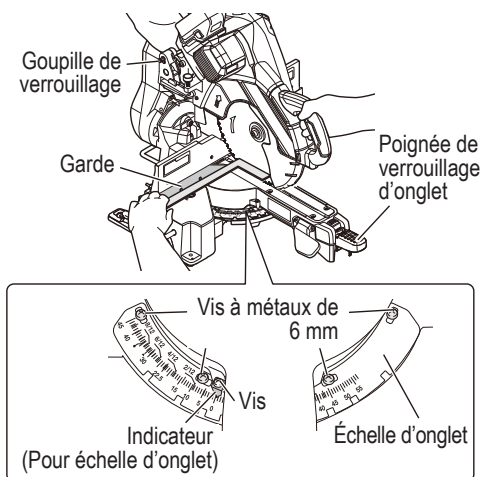

Fig. 26
- Abaisser la tête et insérer la goupille de verrouillage. Déverrouiller la poignée de verrouillage d'onglet et faire pivoter la plaque tournante jusqu'à ce que le cran positif bloque sur la position d'onglet à 0°. Ne pas verrouiller la poignée de verrouillage d'onglet. Placer une équerre contre la garde et la lame de la scie, comme illustré sur la Fig. 26 (Ne pas toucher les pointes des dents de la lame avec l'équerre. Cela entraînerait une mesure inexacte.) Si la lame de scie n'est pas exactement perpendiculaire à la garde, desserrer les vis à métaux de 6 mm (x4) qui maintiennent l'échelle d'onglet et déplacer la poignée de verrouillage d'onglet et l'échelle vers la gauche ou la droite jusqu'à ce que la lame soit perpendiculaire à la garde, tel que mesuré par l'équerre. Resserrer les vis à métaux de 6 mm (x4). (Fig. 26) Ne pas faire attention à la lecture de l'indicateur (pour l'échelle d'onglet) à ce moment.
Déverrouiller la poignée de verrouillage d'onglet pour déplacer la plaque tournante sur la position 0°. Avec la poignée de verrouillage d'onglet déverrouillée, laisser le cran positif se loger en place tout en tournant la plaque tournante sur 0°. Observer l'indicateur (pour échelle d'onglet) et l'échelle d'onglet comme illustré sur la Fig. 26. Si l'indicateur (pour échelle d'onglet) n'indique pas exactement 0°, desserrer la vis de 4 mm maintenant l'indicateur (pour échelle d'onglet). Repositionner en place l'indicateur (pour échelle d'onglet) et serrer la vis de 4 mm.